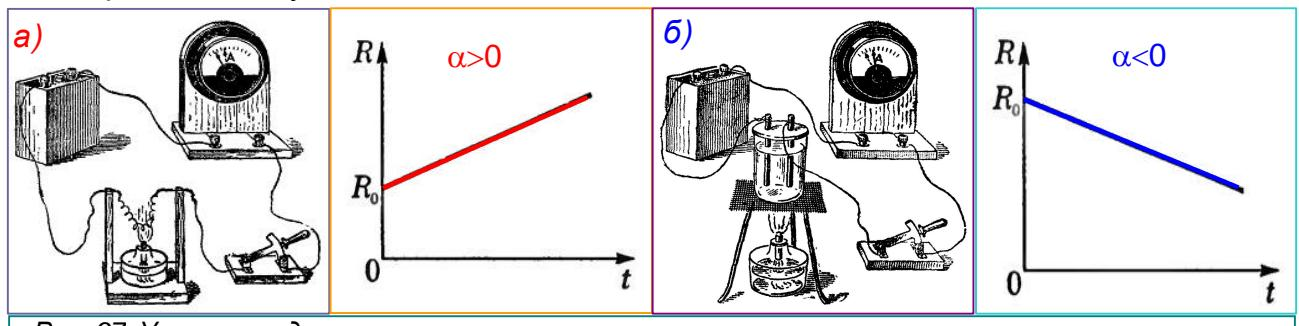

Рис. 97. Установки для изучения зависимости сопротивления от температуры металлических проводников (а) и электролитов (б).
амперметр, то он покажет, что при нагревании железной спирали ток в цепи уменьшается (рис. 97, а). Отсюда следует, что при нагревании железной проволоки её сопротивление увеличивается.
20. Иное наблюдается в электролитах. Если в цепь вместо железной проволоки включить какой-нибудь электролит (рис. 97, б), то можно заметить, что при нагревании электролита ток в нём всё время увеличивается. Значит, **сопротивление электролитов при повышении температуры уменьшается**.